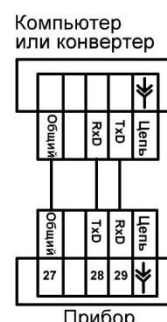

Рисунок 10
- 4) На рис. 10 изображена схема подключения прибора по интерфейсу RS-232. Прибор поддерживает стандартные модели конвертеров, что дает возможность выбрать подходящее исполнение оборудования и уровень защиты канала обмена данными в зависимости от условий на объекте. Для стандартной эксплуатации используются обычные внешние конвертеры (Wi-Fi, Ethernet, 4G). При работе в условиях сильных электромагнитных помех (ИТП, промышленные цеха, спецобъекты) рекомендуется применять модели с гальванической изоляцией либо подключать обычные конвертеры через промежуточный гальванически изолированный преобразователь RS-232/RS-485 (например, ПКМ-32 или аналоги).